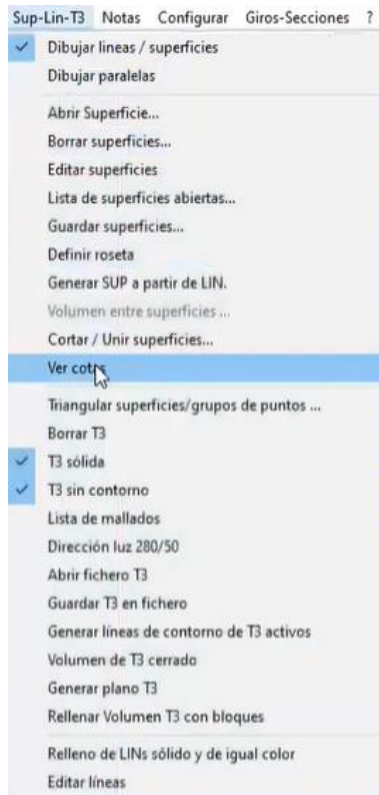

Figura 413. Ajuste del texto.
45. Para ajustar los textos de las cotas, abrir el menú superior “Sup-Lin-T3” y activar la opción “Ver cotas”. Figura 413.